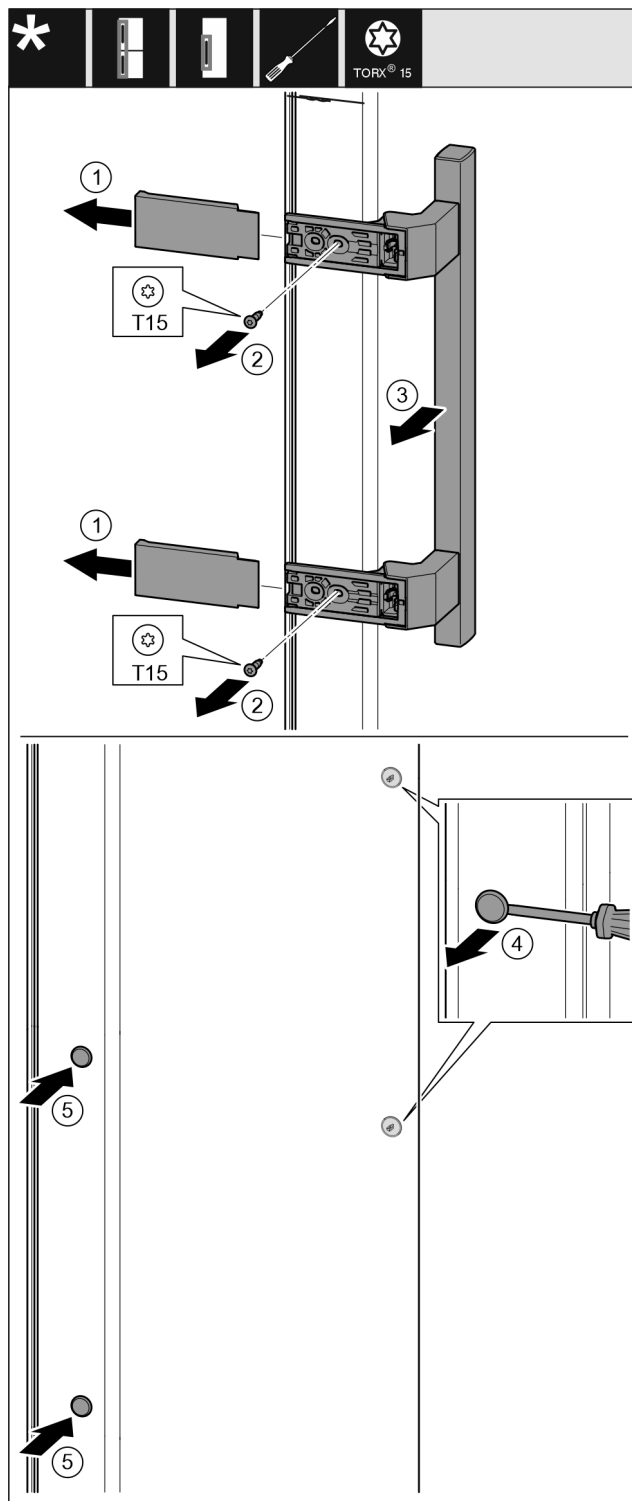

Fig. 15
- ▶ Stáhněte kryt. Fig. 15 (1)
- ▶ Šroubovákem Torx 15 vyšroubujte šrouby. Fig. 15 (2)
- ▶ Sejměte madlo. Fig. 15 (3)
- ▶ Postranní zátku opatrně plochým šroubovákem nadzvedněte a vytáhněte. Fig. 15 (4)
- ▶ Zátku opět vložte na druhé straně. Fig. 15 (5)